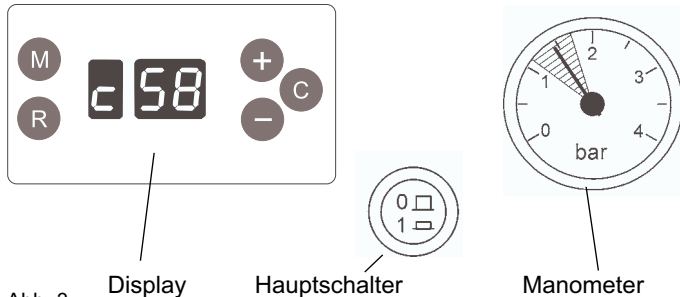

Abb. 3
Wenn Sie die Frontklappe des Gerätes öffnen, sehen Sie das Display, den Hauptschalter und das Manometer (Abb.3).
- Füllen Sie Wasser nach, bis das Manometer einen Heizungsanlagen-Druck von mindestens 1,2 bar bis 1,5 bar anzeigt (Abb. 3).